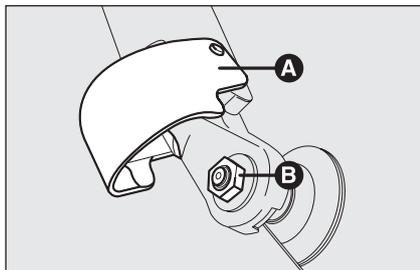

fig. 24
- sollevare la copertura **A**-fig. 24 e smontare il braccio dalla vettura, svitando il dado **B** che lo fissa al perno di rotazione;